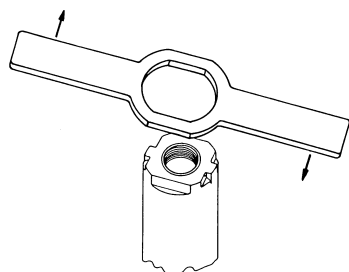

fig. 15
- Desserrer le corps de refoulement (39) (tube) avec une clé plate de 78 ou une clé spéciale suivant (fig. 15) prenant appui sur les 2 plats en partie haute de la pompe.